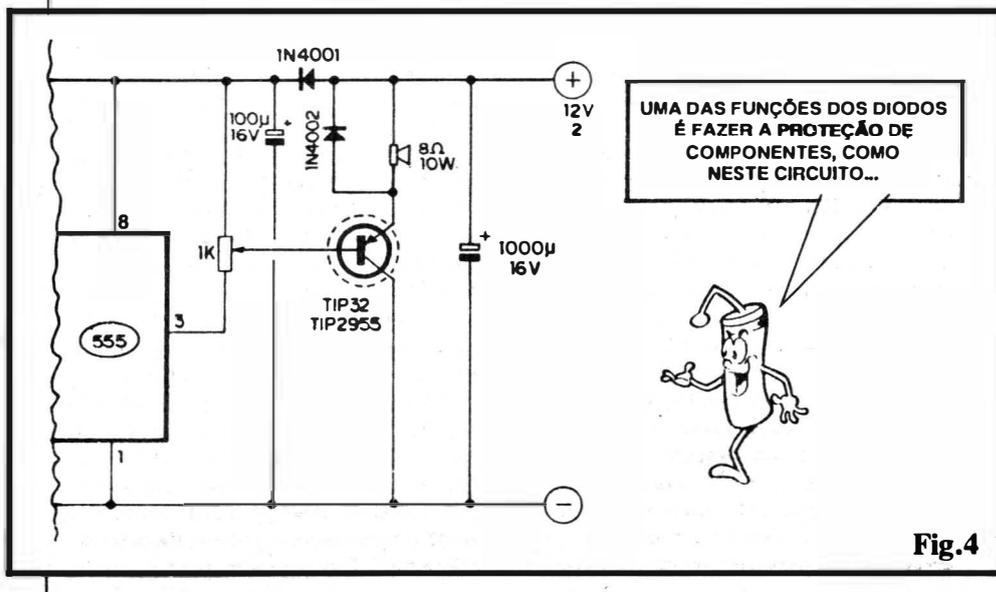

Fig.4
- **FIG. 4 - UM MÓDULO DE POTÊNCIA COM CONTROLE DE VOLUME** - O amplificador sugerido na fig. 3 é "bravo", porém não contém nenhum recurso "interno" de controle... O volume "correrá solto", dimensionado unicamente pelo nível de sinal recebido, e pelo regime de energia proporcionado pela fonte de alimentação... Quando a idéia for, simplesmente, "arrebentar a boca do balão", tudo bem... É isso aí mesmo! Acontece que, em muitas aplicações finais, será conveniente a possibilidade de se ajustar ou controlar o volume ou intensi-